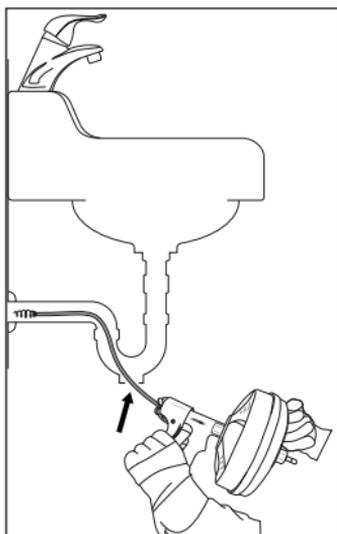

Fig. 1
- In altri lavandini è possibile che si renda necessario rimuovere un tappo di pulizia o un sifone (vedere fig. 1). Assicurarsi di posizionare un contenitore sotto l'apertura di pulizia o sotto il sifone per raccogliere l'acqua che esce.